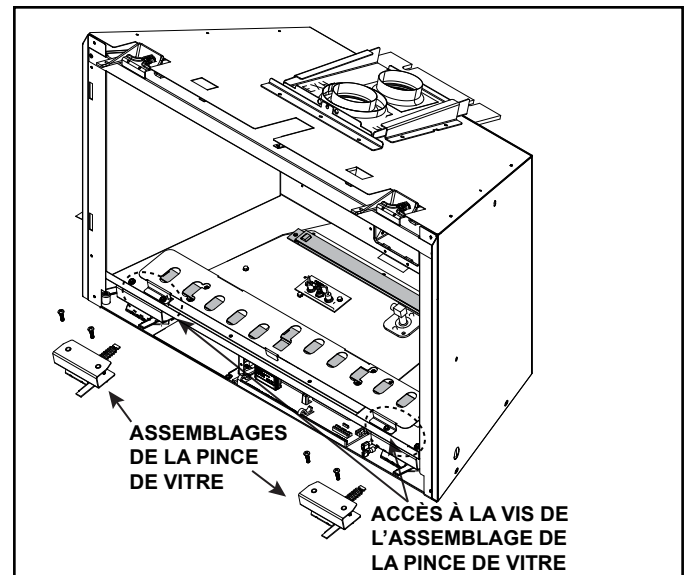

Figure 4.5 Retrait des pinces de vitre
- Les pinces de vitre peuvent être retirées pour un meilleur accès aux composants. Voir la figure 4.5. Faites attention en manipulant la base réfractaire.